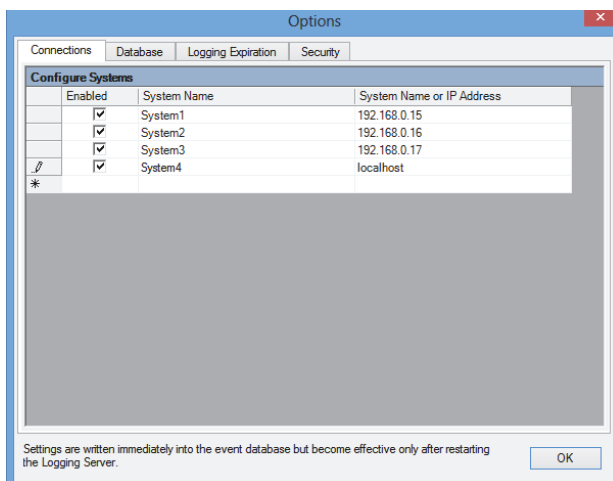

abbildung 58.7: System hinzufügen (2)
- 2 Klicken Sie auf das Feld *System Name* und geben Sie den Namen des Systems ein, zu dem der *Logging Server* eine Verbindung herstellen soll. Dieser Name kann bis zu 16 Zeichen lang sein. Beispiel: *System 4* (siehe abbildung 58.7).